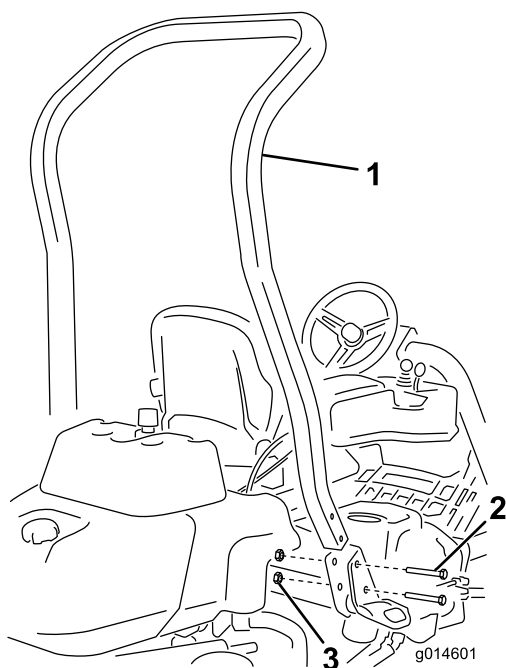

Bild 3
3. Befestigen Sie den Überrollbügel mit vier Schrauben ($\frac{1}{2}$ " x $3\frac{3}{4}$ "") und vier Bundmuttern ($\frac{1}{2}$ "") in den Aussparungen an jeder Seite der Maschine, wie in **Bild 3** abgebildet.